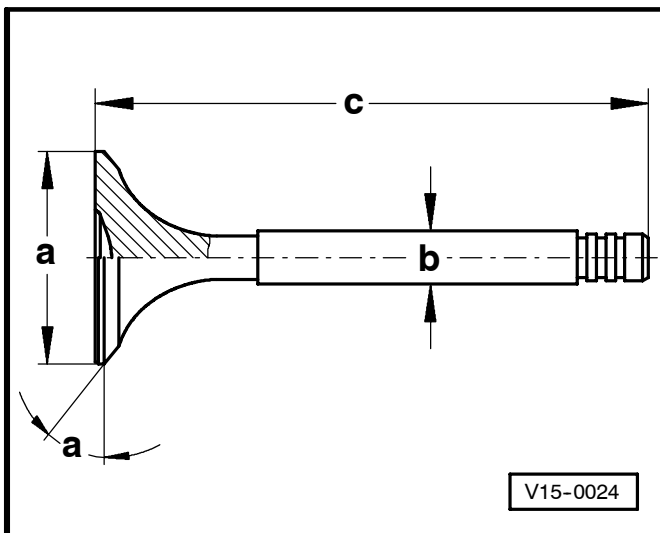

Fig. 3 Cotas de válvula
- ◆ Cotas de la válvula ⇒ Fig. 3